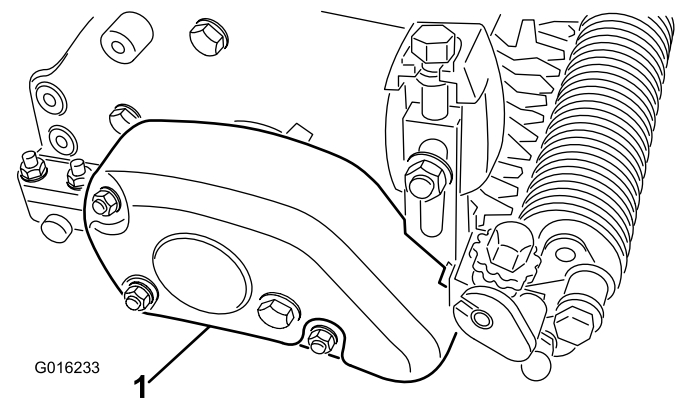

Figura 16
31. Montate il copricinghia sul gruppo di alloggiamento del groomer con 3 dadi di bloccaggio (Figura 16).